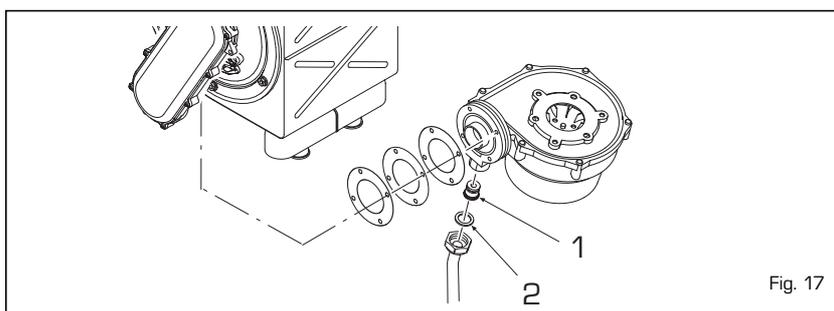

Fig. 17
4.3 TRASFORMAZIONE AD ALTRO GAS (fig. 17)